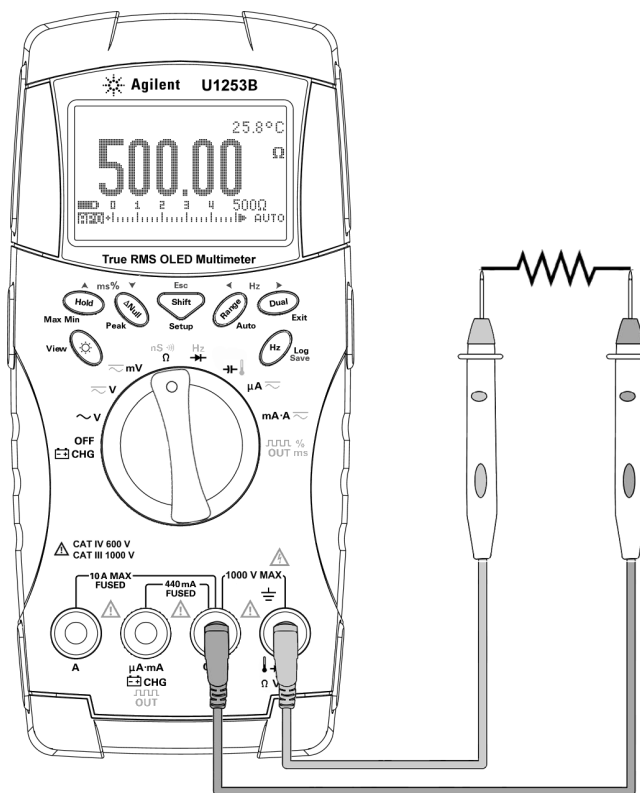

图 2-8 测量电阻
- 2 将红色和黑色测试引线分别与输入端子 Ω (红色) 和 COM (黑色) 连接 (请参见第 42 页上的图 2-8)。